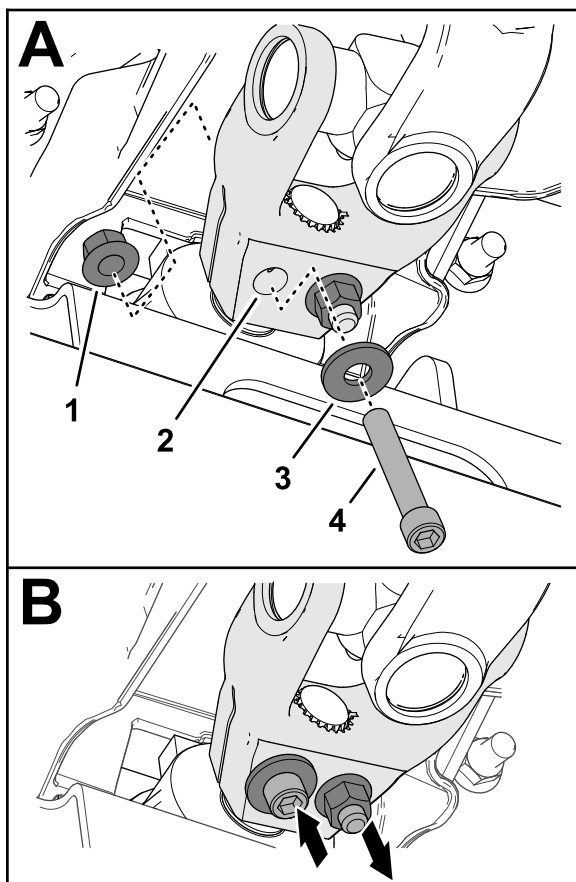

Figura 19
6. Monte un tornillo de caperuza de cabeza allen ($\frac{3}{8}$ " x $2\frac{1}{4}$ ") a través de una arandela ($\frac{3}{8}$ ") y del taladro en la horquilla del árbol de transmisión (Figura 19) y fije el tornillo de caperuza con una contratuerca con arandela prensada ($\frac{3}{8}$ ").
7. Monte un tornillo de caperuza de cabeza allen ($\frac{3}{8}$ " x $2\frac{1}{4}$ ") a través de una arandela ($\frac{3}{8}$ ") y del taladro en la horquilla del árbol de transmisión desde la dirección opuesta (Figura 19) y fije el tornillo de caperuza con una contratuerca con arandela prensada ($\frac{3}{8}$ ").